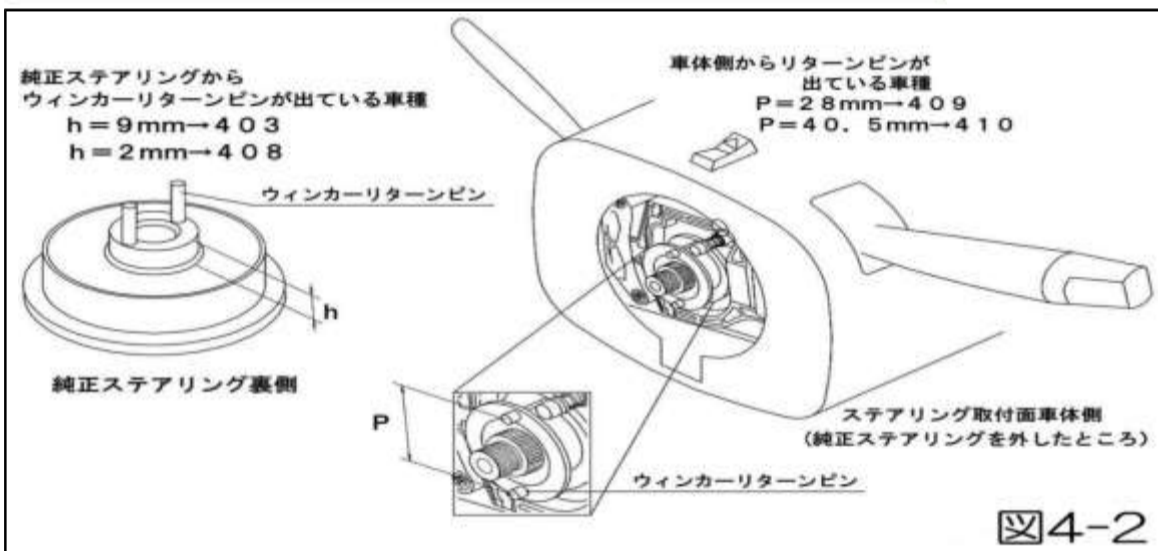

図4-2
- 注4 年式、型式を問わず、ハンドル側にウinkerリターンピンがある車両と、車体側にウinkerリターンピンがある車両があります。車両の形状を確認してください。※品番 409・410 にリターンピンは付属されていません。(図4-2)